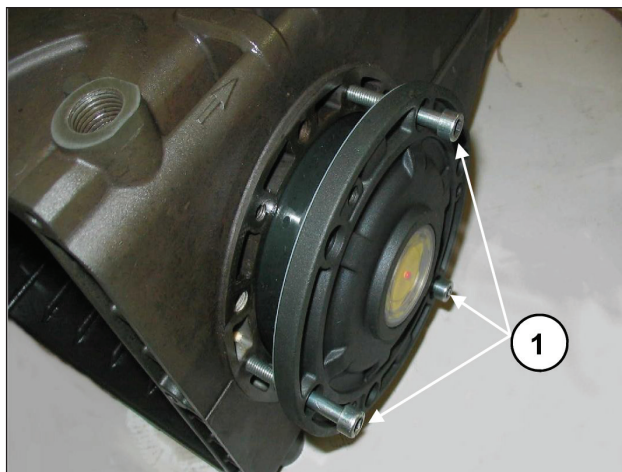

Рис. 8
Для упрощения введения первого участка и запрессовки крышек на картере рекомендуется использовать 3 винта M6 x 40 с неполной резьбой, (Рис. 8, поз. ①), а затем завершить операцию с помощью винтов (M6x16), которые входят в комплект поставки.
Для сближения двух боковых крышек с картером можно использовать 3 винта М6х40 в первой, установочной фазе, как указано выше (Рис. 8), и винты для окончательного закрепления.